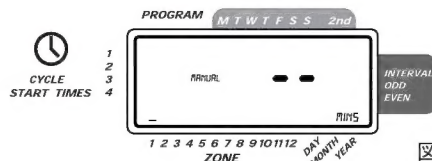

図11
■MANUALボタンを押し、その後NEXTボタンを3回押してください。ディスプレイのZONE1のところでカーソルが点滅し、MINSと表示されます。(図11参照)